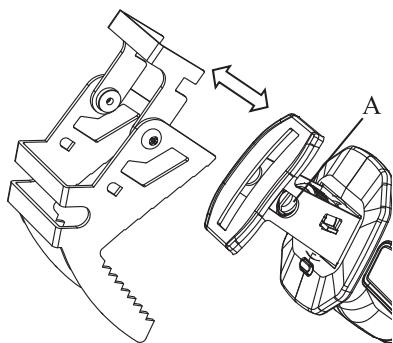
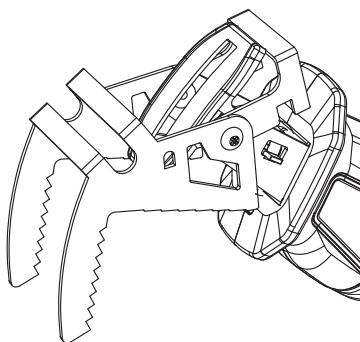
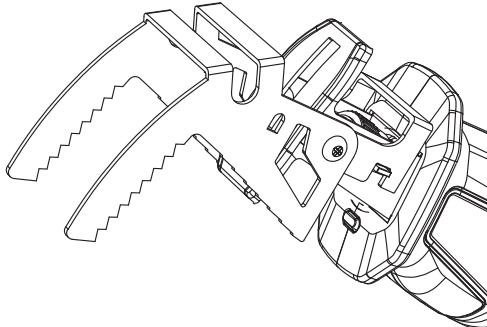

Figure 4
Figure 5
Figure 6
Lors de l'installation de la mâchoire de serrage, encliquetez la mâchoire de serrage dans la fente selon la direction de la figure 4(A); après son insertion, faites-la pivoter dans la boucle selon la direction de la figure 5(B) et fixez l'ensemble de la structure. L'effet de rendu final est illustré à la figure 6.